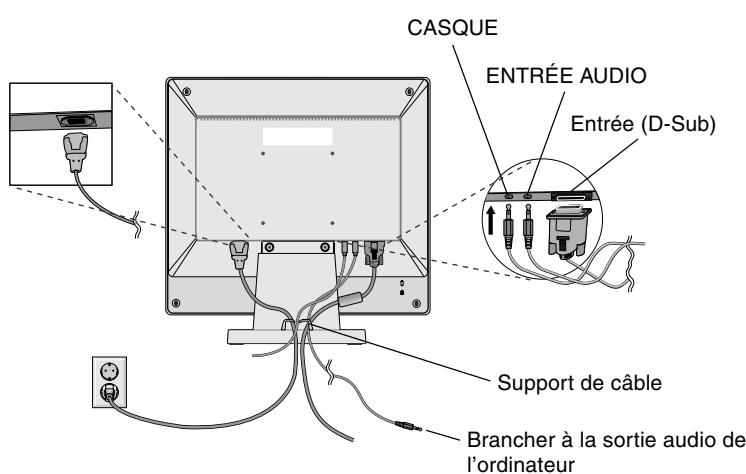

Figure B.1
3. Brancher le mini-connecteur D-SUB à 15 broches du câble vidéo, du câble audio et du casque (non fourni) au connecteur approprié à l'arrière du moniteur (**Figure B.1**).
4. Connectez une extrémité du cordon d'alimentation au moniteur et l'autre à la prise de courant. Mettre le câble du signal vidéo, du casque (non fourni) et le cordon d'alimentation dans le support de câble (**Figure B.1**).